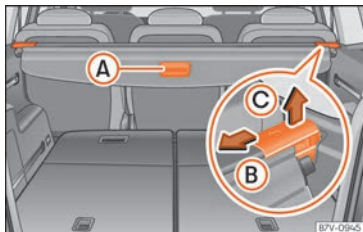

Abb. 141 Im Gepäckraum: Gepäckraumabdeckung.
- Gepäckraumabdeckung am Haltegriff » **Abb. 141** (A) etwas nach hinten ziehen.
- Gepäckraumabdeckung in Pfeilrichtung entriegeln » **Abb. 141** (B).
- Gepäckraumabdeckung in Pfeilrichtung drücken »» Abb. 141 B.
- Gepäckraumabdeckung in Pfeilrichtung entriegeln »» Abb. 141 B und in Pfeilrichtung C anheben.